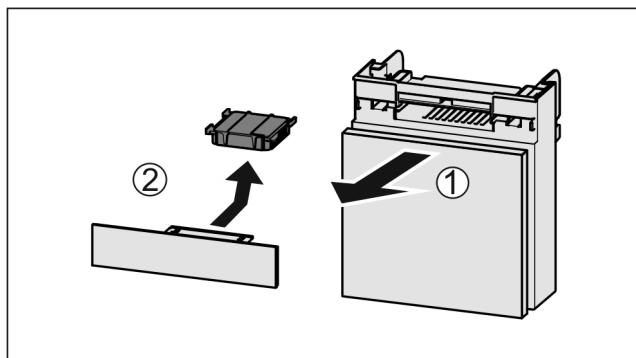

Fig. 207
- Pretinac izvucite Fig. 207 (1) prema naprijed.
- Izvadite filter s aktivnim ugljenom Fig. 207 (2).